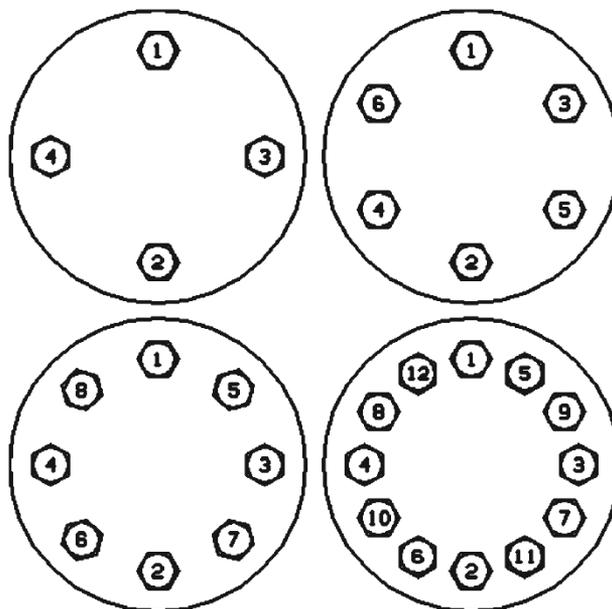

Рис. 2. Последовательность затяжки
- Смажьте резьбу штоков корпуса затвора (7) и опорные поверхности гаек корпуса (8).
- Наденьте гайки корпуса (8) на штоки корпуса (7) и равномерно затяните их вручную, чтобы зафиксировать положение внутренних деталей. Грань фланца корпуса (1) должна быть параллельна верхней поверхности корпуса затвора.
- Равномерно затяните гайки корпуса (8), применяя возрастание крутящего момента и последовательности в соответствии с заводской схемой сборки.
Примечание. Затягивайте гайки корпуса (8) с увеличением до 25 %, 50 %, 75 % и 100 % от общего крутящего момента. Выполните каждую последовательность в соответствии с приведенным ниже рис. 2 до достижения итоговой величины крутящего момента.